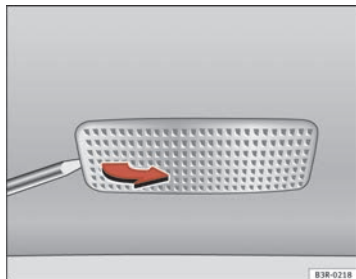

Abb. 243 Ausbau der Leuchte in der Sonnenblende
- Nehmen Sie die Leuchte vorsichtig heraus, indem Sie die flache Seite eines Schraubendrehers benutzen ⇒ Abb. 243.